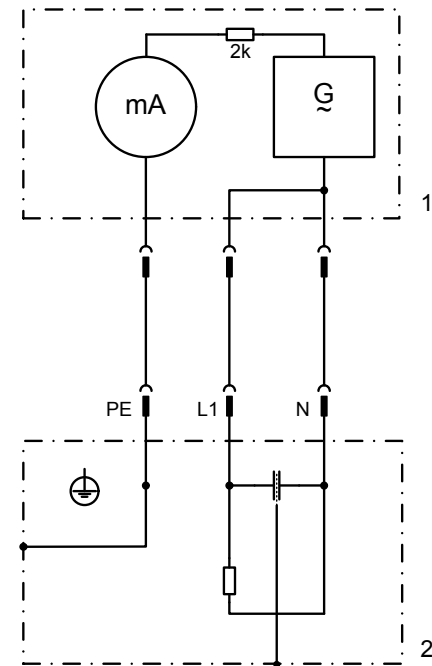

Bild 17
*Hinweis: Das Bild 17 zeigt das Meßverfahren für zweiphasige Netzanschlüsse. Bei einem Drehstromgerät wird Phase N dann durch L2 und/oder L3 ersetzt.*